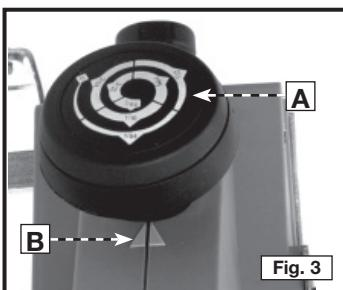

Fig. 3
La profundidad de corte se ajusta girando el pomo (A) Fig. 3 para alinear la marca de profundidad de corte deseada (que se encuentra en la parte superior del pomo de ajuste) con el indicador (B) Fig. 3.